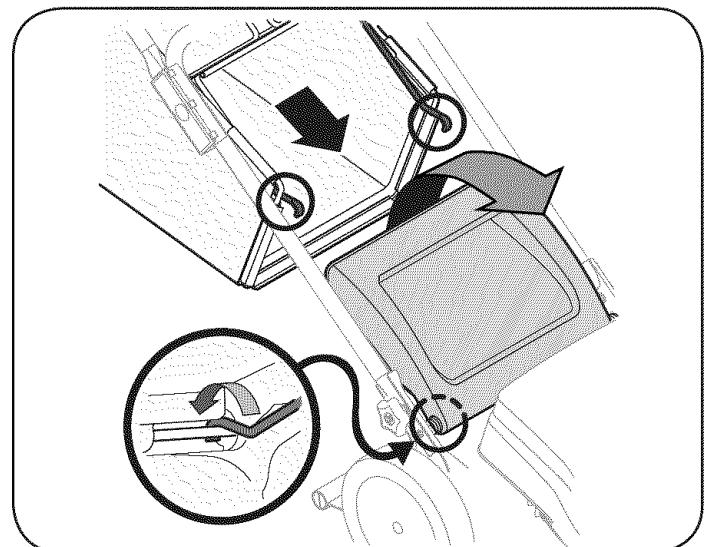

Figura 4
- Coloque el colector de césped en la varilla de pivot. Suelte la puerta de descarga de modo que descance sobre el colector de césped. Vea la Figura 4.